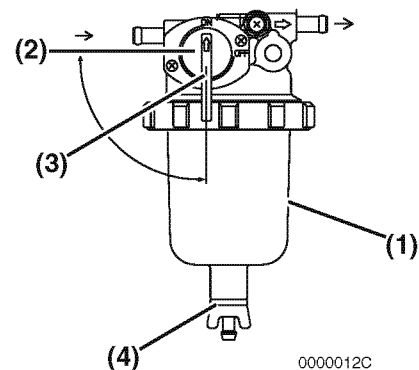

Figure 8
1. Placez un récipient agréé sous le filtre à carburant/séparateur d'eau (Figure 8, (1)) pour recueillir les impuretés.
2. Fermez (Figure 8, (2)) le robinet de carburant (Figure 8, (3)).
3. Desserrez le robinet de vidange (Figure 8, (4)) sur la partie inférieure du filtre à carburant/séparateur d'eau. Purgez l'eau contenue à l'intérieur.
5. Ouvrez le robinet de carburant (Figure 8, (3)).